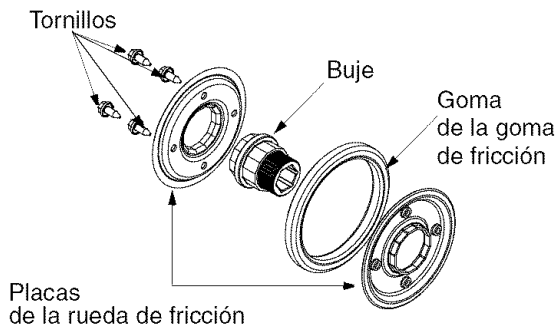

Figura 24
7. Saque los cuatro tornillos del montaje de la rueda de fricción. Vea la Figura 24.
8. Saque la goma de la rueda de fricción de entre las placas de la rueda de fricción. Vea la Figura 24.